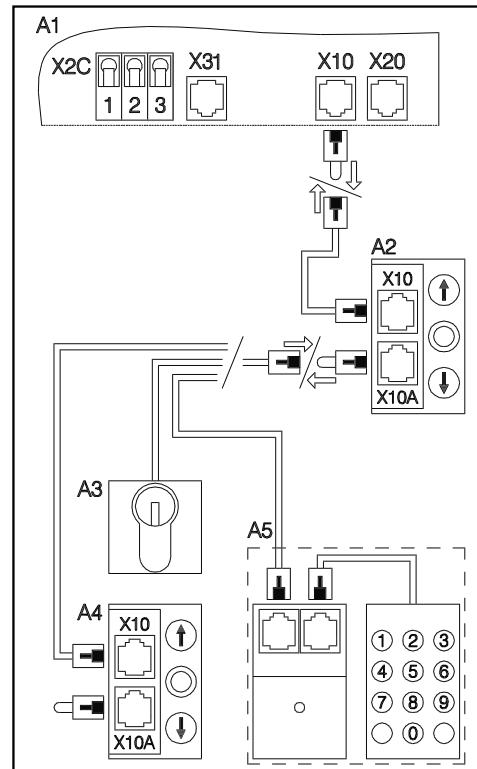

图 10：操作元件的连接
- 按照图10所示将操作元件和薄膜按钮开关的系统插座X10A相连。